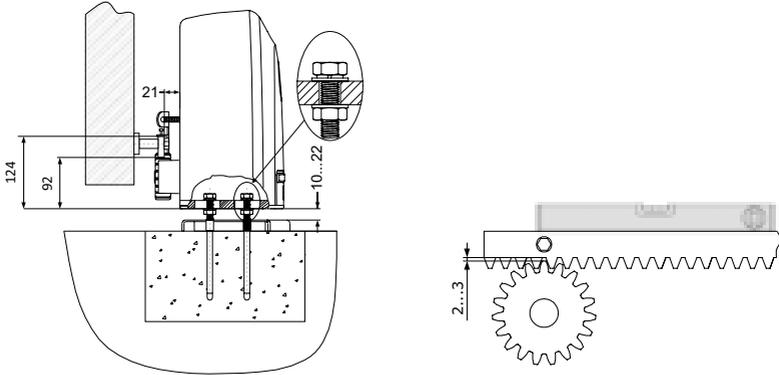

Рисунок 5. Регулировка положения привода
Для установки привода (рис. 5) выполните следующее:
- Установите гайки, шайбы и гроверы согласно рис. 5.
- Поместите первую секцию зубчатой рейки горизонтально на шестерню привода, прижав крепления (втулки) к поверхности створки ворот. Выдерживайте зазор между зубчатой рейкой и шестерней 2...3 мм (рис. 5) для предотвращения воздействия веса створки на привод. Наметьте точки крепления зубчатой рейки на створке ворот.